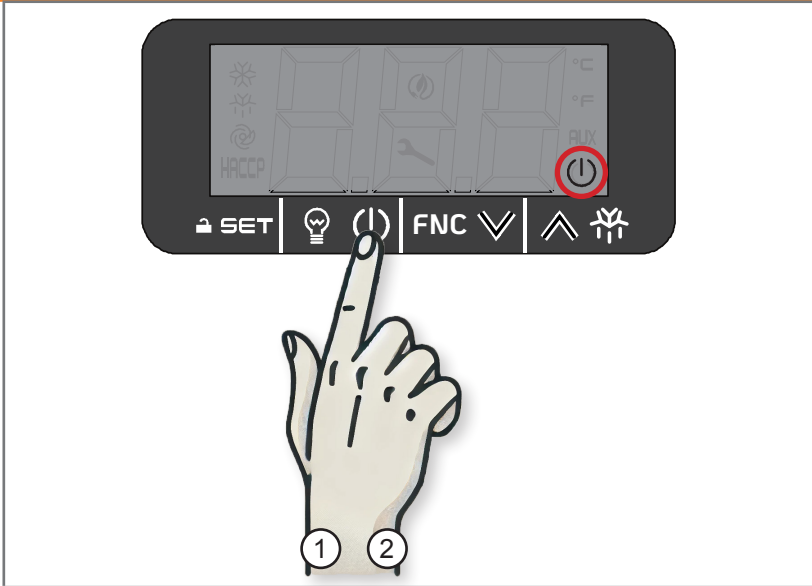

Fig 3.11 - Mise en marche et arrêt
1. Appuyer sur la touche ON/STAND-BY pendant 2 secondes (1 - Fig. 3.11) : l'icône ON/STAND-BY n'apparaît pas sur l'écran.
2. Appuyer sur la touche ON/STAND-BY pendant 2 secondes (2 - Fig. 3.11) : l'icône ON/STAND-BY apparaît sur l'écran.